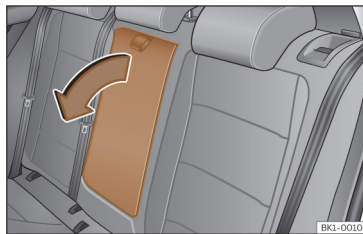

Fig. 91 Apoio de braços central traseiro rebatível (representação esquemática).
- Para *baixar* o apoio de braços, puxe o laço no sentido da seta >>> **Fig. 91**.